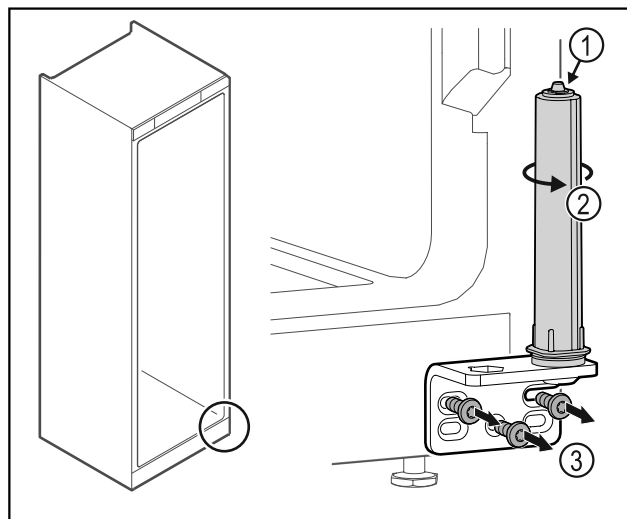

Fig. 45
- ▶ Älä pura oven sulkuyksikköä Fig. 45 (1).
- ▶ Kierrä sulkuyksikköä Fig. 45 (2), kunnes se naksauttaa.
- ▶ Irrota saranakulma Fig. 45 (3).